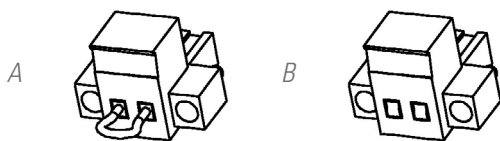

Fig. 12. Conector para el EPO externo.
- ☐ Ya bien al retirar el conector hembra del zócalo donde está insertado. Este conector lleva conectado un cable a modo de puente que cierra el circuito (ver Fig. 12-A).
- ☐ O al accionar el pulsador externo al equipo y de propiedad del usuario e instalado entre los terminales del conector (ver Fig. 12-B). La conexión en el pulsador deberá estar en el contacto normalmente cerrado -NC-, por lo que abrirá el circuito al accionarlo.